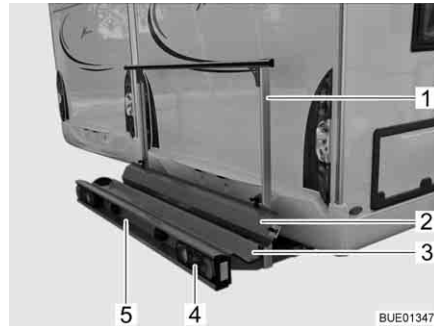
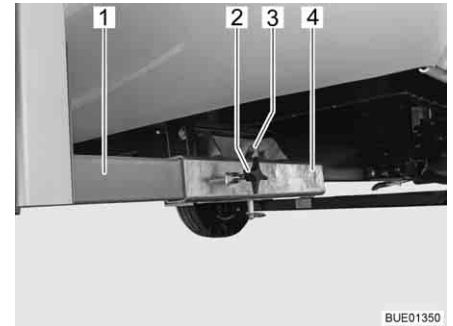

Fig. 9 Suporte de cargas
Fig. 10 Fixação ao veículo
O suporte de cargas (Fig. 9) dá-lhe a possibilidade de levar uma mota ou uma motoreta com um peso até 130 kg.
- Cuba de suporte (Fig. 9,3) e estribo de fixação (Fig. 9,1) com fixação no veículo (Fig. 10)
- Luzes traseiras (Fig. 9,4)
- Iluminação da matrícula do veículo (Fig. 9,5)
- Rampa de acesso (Fig. 9,2)
Ambos os suportes longitudinais (Fig. 10,1) do suporte de cargas estão fixados ao chão do veículo por meio de parafusos com pegas (Fig. 10,2) nos apoios quadrangulares (Fig. 10,4). O suporte de cargas é fixado por meio de um pino (Fig. 10,3) com anel de retenção.